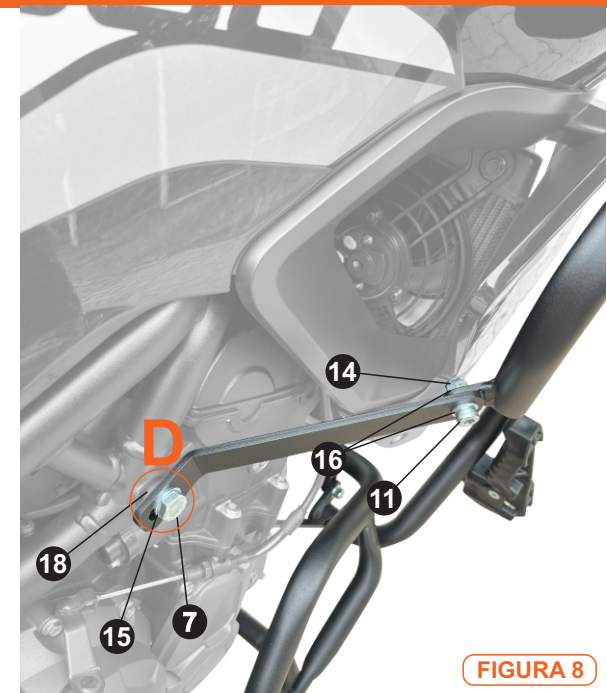

FIGURA 8
- Utiliza-se uma bucha entre o quadro e o reforço, sendo a menor no lado direito e a maior no lado esquerdo, conforme figura 8 no ponto D. (Manter a arruela original entre o chassis e o motor)